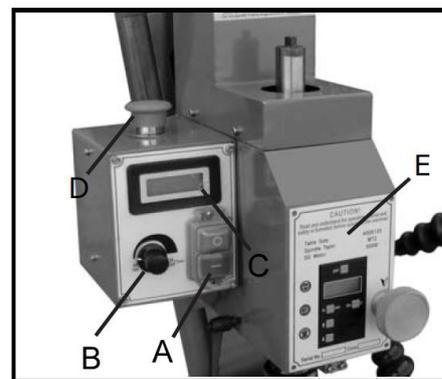

Рис. 12
**Магнитное реле (А, Рис. 12)** выполняет функцию защиты станка и электрических компонентов. Зеленая кнопка со знаком «I» предназначена для запуска мотора, а красная кнопка со знаком «O» - для выключения мотора.
**Ручка регулировки скорости (В, Рис. 12):** чтобы увеличить скорость шпинделя, поверните ее по часовой стрелке, а чтобы уменьшить – против часовой стрелки. При каждом выключении станка ручку следует повернуть в нулевое положение. В обязательном порядке запускайте станок только с ручкой в нулевом положении.
**Индикатор скорости шпинделя (С, Рис. 12):** отображает фактическую скорость шпинделя.
**Кнопка аварийной остановки (D, Рис. 12):** при несчастном случае выполняет функцию аварийной остановки и защиты пользователя и станка.
**Линейка глубины шпинделя (E, Рис. 12):** отображает значение движения шпинделя.